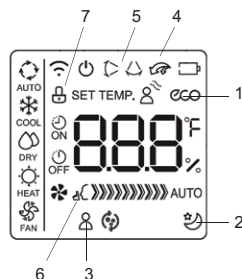

fig. 6 -
1. Funzionamento "ECO/GEAR" (part.1 "fig. 6 -") (il display dell'unità interna mostra la scritta "ON" per 3 secondi all'attivazione della funzione, "OF" per 3 secondi alla disattivazione della funzione)
2. Funzionamento SLEEP (part.2 "fig. 6 -")
3. Funzionamento "FOLLOW ME" (part.3 "fig. 6 -")
5. Funzionamento TURBO (part. 4 "fig. 6 -" - il display dell'unità interna mostra la scritta "ON" per 3 secondi all'attivazione della funzione, "OF" per 3 secondi alla disattivazione della funzione)
6. Funzionamento SWING (part. 5 "fig. 6 -", il display dell'unità interna mostra la scritta "ON" per 3 secondi all'attivazione della funzione, "OF" per 3 secondi alla disattivazione della funzione)
7. Funzionamento SILENCE (part. 6 "fig. 6 -", il display dell'unità interna mostra la scritta "ON" per 3 secondi all'attivazione della funzione, "OF" per 3 secondi alla disattivazione della funzione)
9. Blocco tasti (part. 7 "fig. 6 -")